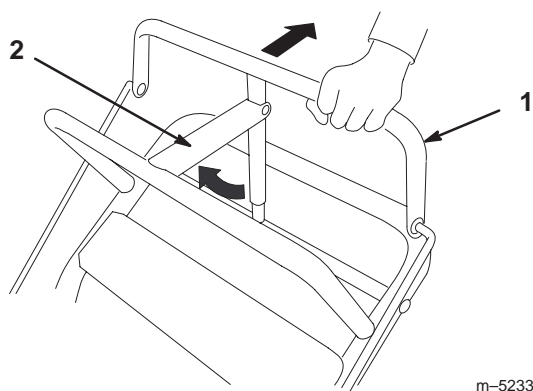

Bild 14
1. Ziehen Sie die obere Schaltstange (Bild 14) zurück und halten sie in dieser Stellung.
2. Heben Sie den Riegel der Feststellbremse (Bild 14) hoch und lassen die obere Schaltstange langsam los. Das Bremspedal sollte in der aktivierten (gesperrten Position) bleiben.
1. Ziehen Sie die obere Schaltstange zurück (Bild 14). Senken Sie den Riegel der Feststellbremse in die gelöste Stellung ab.